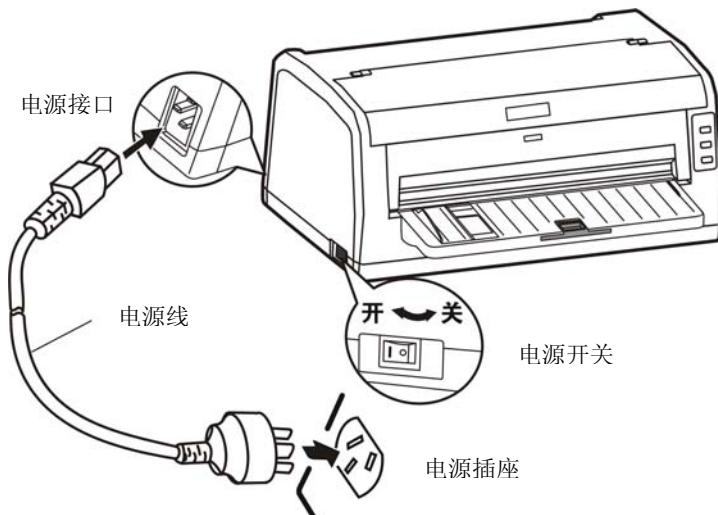

图 2-14 连接电源线
1. 如图 2-14 所示, 确保打印机为关机状态(当开关被按下的一侧在“O”标注处时为关机状态)。